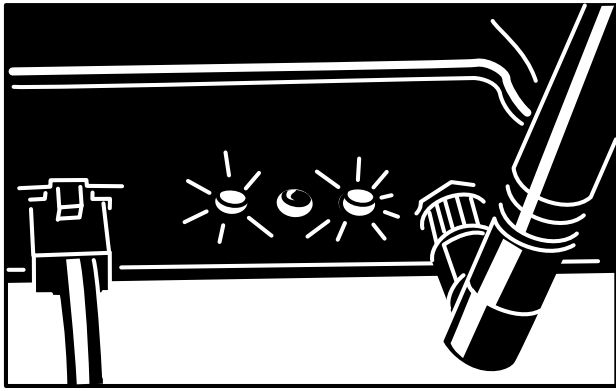

Bild 12
4. Wenn die Basisstation eine Internetverbindung hergestellt, stellen Sie sicher, dass die Basisstation die myTurf Server kontaktiert und eine Verbindung herstellt (Bild 12).